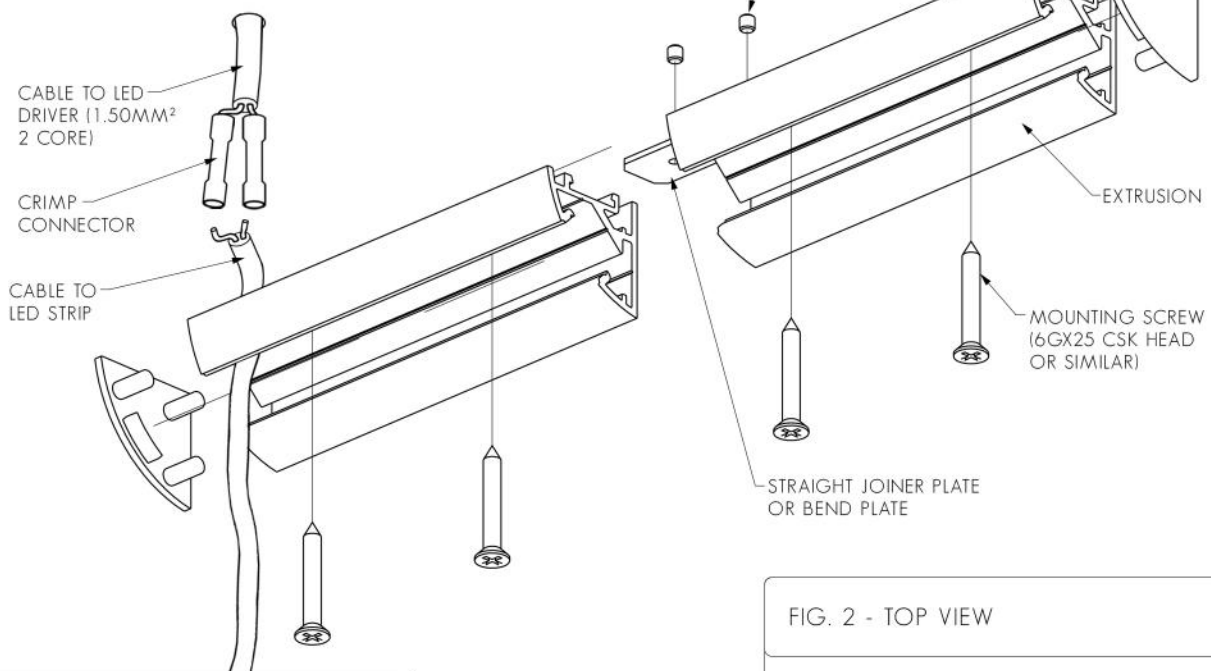

FIG. 1 - ENSURE EXTRUSION IS MOUNTED SECURELY
5. SCREW EXTRUSION TO SURFACE. SEE FIG. 1 & 2. FOR SCREW LOCATIONS.